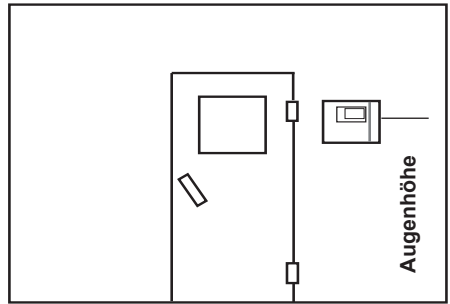

Abb. 3
1. Die Bohrungen \varnothing 3 mm für die mitgelieferten Holzschrauben 4 x 20 mm werden entsprechend den in Abb. 3 + 3.1 angegebenen Maßen angebracht.